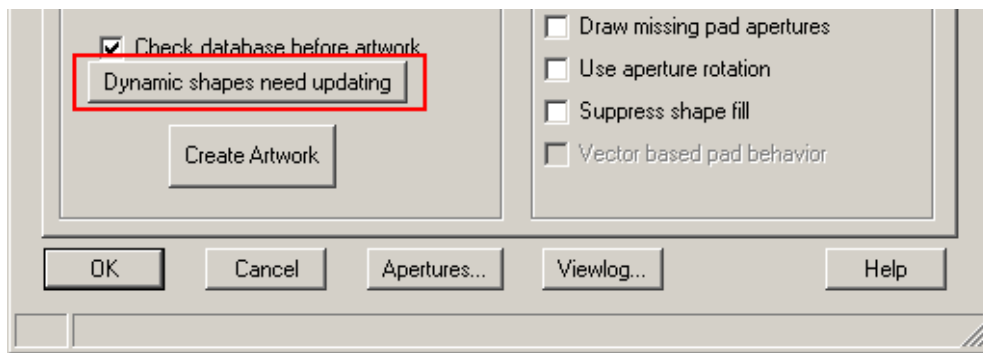

图 14
5. 此外需要注意，在使用 V15.x 以上版本，若有“Dynamic shapes out of date”时，会在“Artwork Control Film”对话框的左下角出现“Dynamic shapes need updating...”按钮。如下图 14 所示。